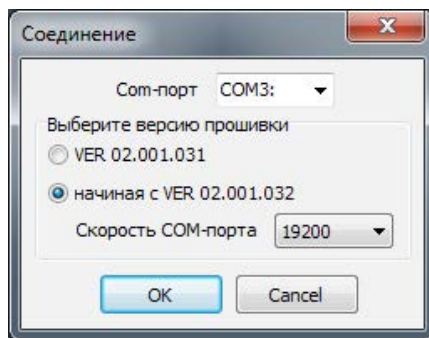

Рисунок 5. Соединение
5. В появившемся окне соединения (рис. 5) выберите: